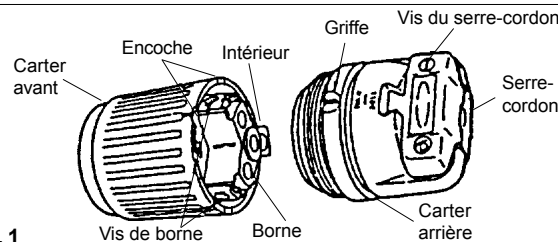

Fig. 1
- Desserrer les vis du serre-cordon et passer le cordon dans le carter arrière du dispositif (Voir la figure 1).